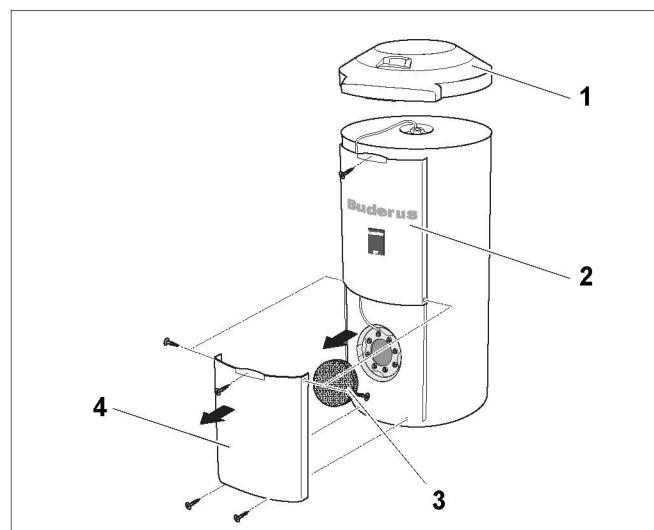
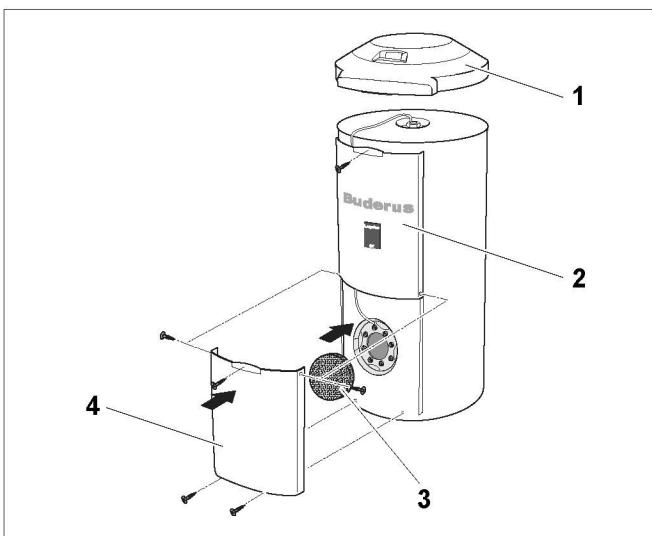

Рис. 10 Демонтаж обшивки
Рис. 15 Монтаж облицовки
- Снять крышку бака (рис. 10, поз. 1).
- Вынуть верхнюю обшивку (рис. 10, поз. 2) из профильных направляющих. Для этого отсоединить три болта (верхний и боковые).
- Вынуть нижнюю обшивку (рис. 10, поз. 4) с теплоизоляцией крышки смотрового люка (рис. 10, поз. 3) из профильных направляющих. Для этого отсоединить три болта (средний, верхний и нижний).
- Задвинуть нижнюю обшивку (рис. 15, поз. 4) вместе с теплоизоляцией крышки (рис. 10, поз. 3) в профилирующие направляющие и закрепить тремя винтами (в середине и внизу).
- Верхнюю обшивку (рис. 10, поз. 2) задвинуть в направляющие и закрепить тремя винтами (вверху и сбоку).
- Установить крышку (рис. 10, поз. 1) на бак.